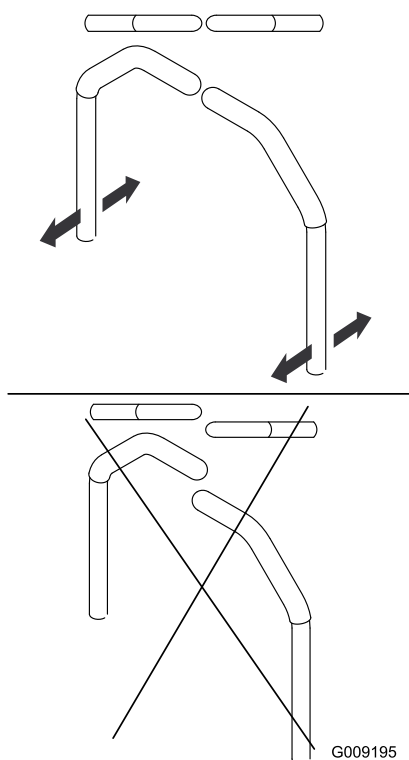

**Figura 46**
- Si la máquina se desvía hacia la derecha, afloje los pernos y ajuste la chapa del tope izquierdo hacia atrás en la ranura en T de la izquierda hasta que la máquina avance en línea recta (Figura 46).
- Si la máquina se desvía hacia la izquierda, afloje los pernos y ajuste la chapa del tope derecho hacia atrás en la ranura en T de la derecha hasta que la máquina avance en línea recta (Figura 46).
8. Apriete la chapa del tope (Figura 46).